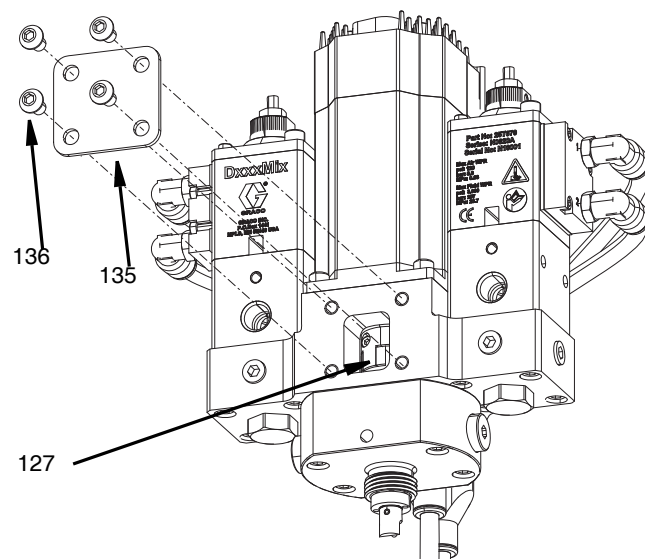
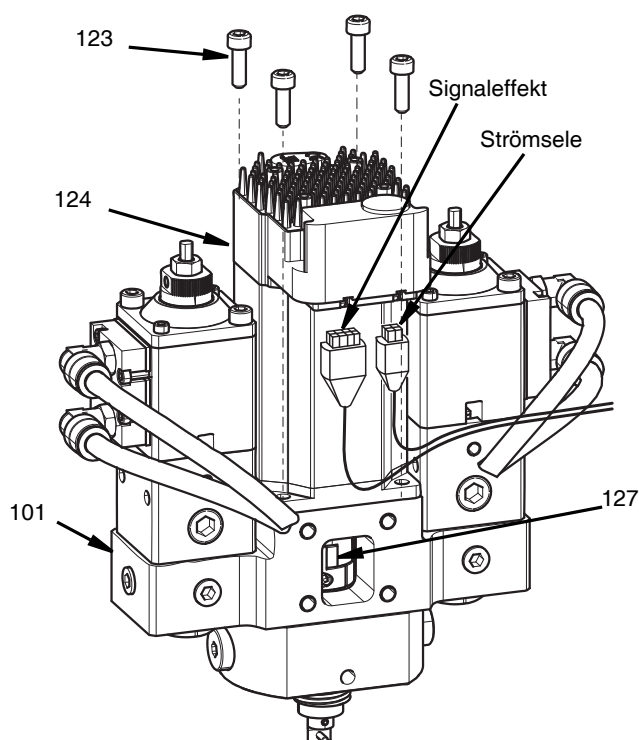

FIG. 31
FIG. 34
2. Ta bort kopplingslocket (135) genom att ta bort de fyra M6-skruvarna (136) med en 5 mm insexnyckel.
3. Lossa klämskruven på den nedre delen av den roterande kopplingen (127) med en 2,5 mm insexnyckel. Se FIG. 31
3. Ta bort de fyra M6-skruvarna som håller kopplingslocket med en insexnyckel på 5 mm. Se FIG. 31 på sidan 39.
4. Lossa M3-klämskruven på kopplingens övre del (127) med en 2,5 mm insexnyckel. **OBS!** Använd inte en insexnyckel med kula.
5. Ta bort de fyra M5-skruvarna (123) med en 4 mm insexnyckel.
6. Ta bort motorn (124). Se FIG. 34.